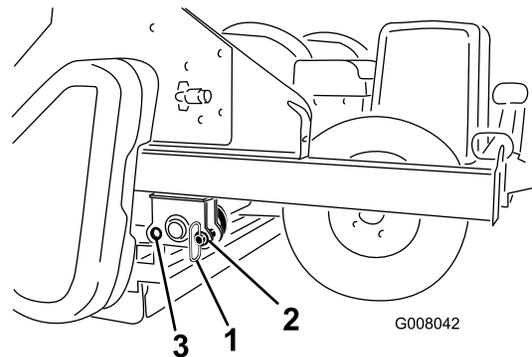

Figura 20
7. Retire los pasadores de almacenamiento de los taladros delanteros y colóquelos en los taladros traseros durante el uso (Figura 20).